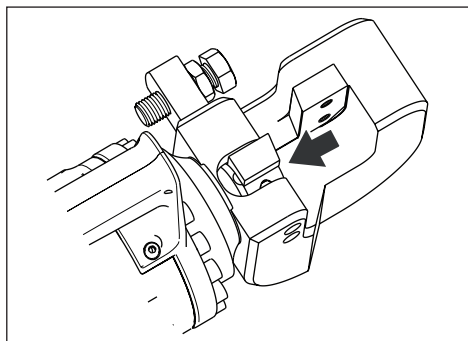

图 4，柱塞和刀片完全缩回（原位）位置
- 在柱塞完全伸出之后，将会自动回缩至其“原位”位置。参见图 4。
在切割头内放置任何材料前，务必确保柱塞和移动刀片处于完全缩回的“原位”位置。参见图 4。
2. 确保柱塞处于“原位”（完全缩回）位置。参见图 4。